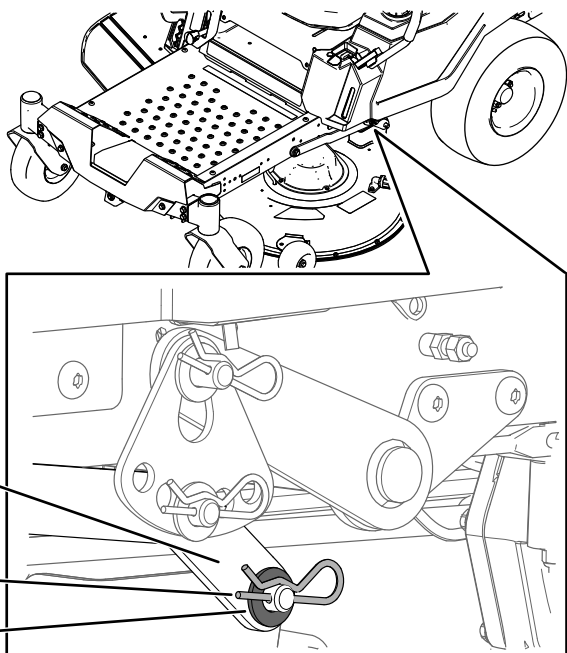

図 72
6. 機体の左右どちらかで、デッキピンからヘアピンコッターとワッシャを外す 図 72。
7. デッキピンから昇降アームを外す 図 72。
5. 機体の左右どちらかで、デッキ後部を持ち上げて昇降アームをデッキピンに取り付ける 図 72。
6. ワッシャとヘアピンコッターで昇降アームを取り付ける 図 72。